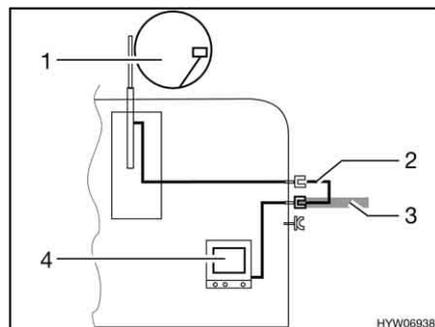

Bild 183 TV im Fahrzeug
- TV im Fahrzeug (Bild 183,4): Anschluss an Dachantenne (Bild 183,1) mit Verbindungskabel (Bild 183,2)
- TV im Fahrzeug (Bild 183,4): Anschluss an externe Antenne (Bild 183,3)